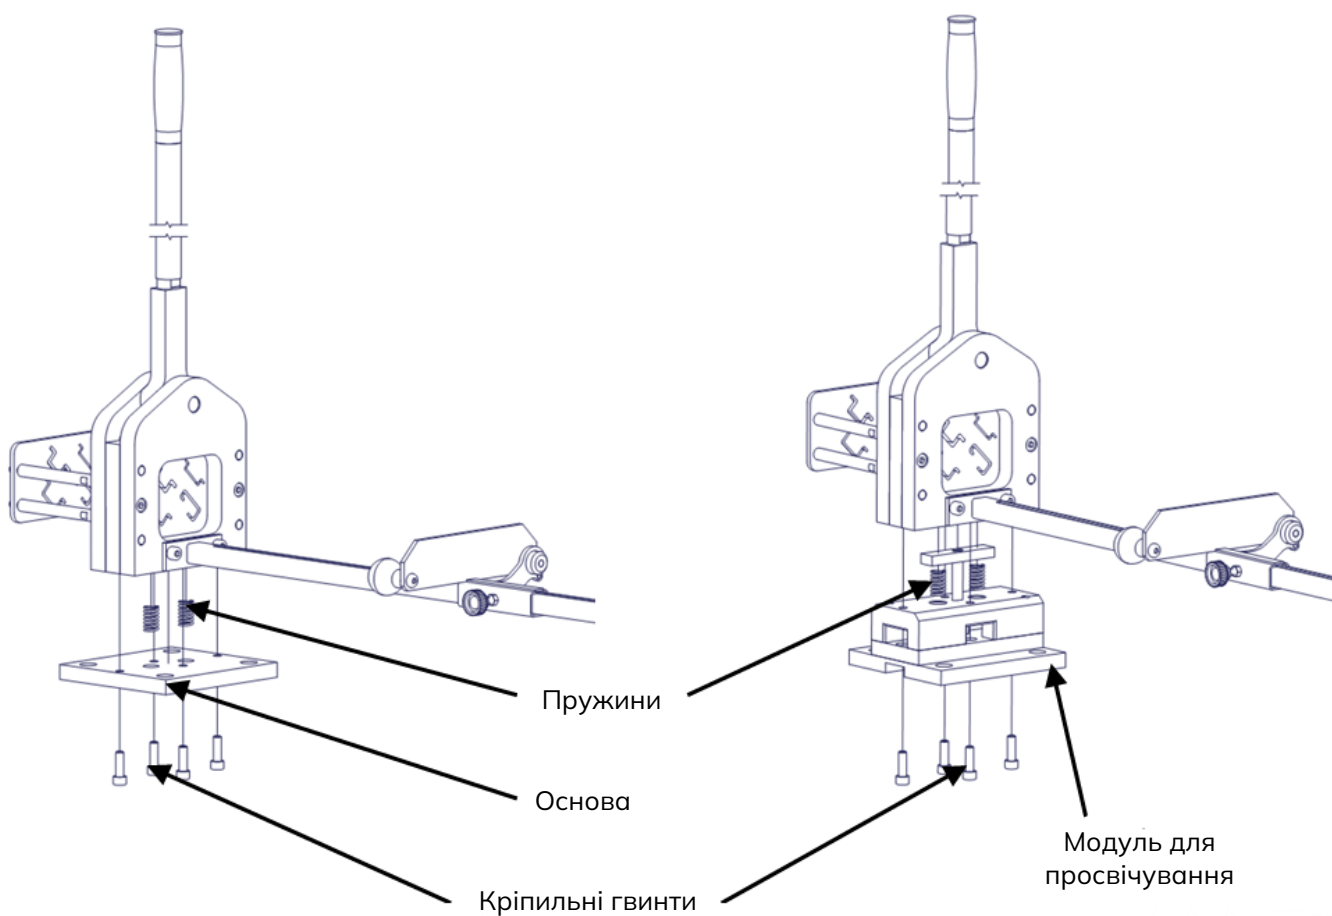

Рис. 6
- Відкрутити кріпильні гвинти та зняти основу (рис. 6).